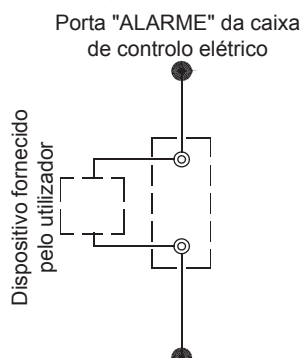

Fig. 8-23. Cablagem da porta "ALARME"
h) Os tubos e as válvulas de derivação, tal como apresentados na Fig. 8-23, devem ser montados para o permutador de calor para facilitar a limpeza da parte exterior do sistema da passagem de água antes de a unidade ser regulada. Durante a manutenção, a passagem da água do permutador de calor pode ser cortada sem perturbar outros permutadores de calor.